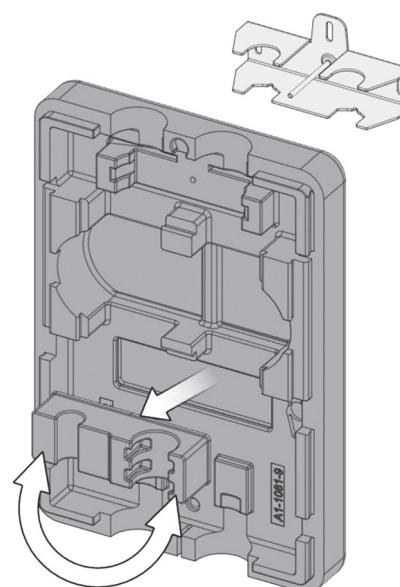

Рис. 9
4. Фиксирующий элемент (9) вынуть из задней части изоляции, чтобы повернуть его на 180° и вставить обратно (рис. 9).